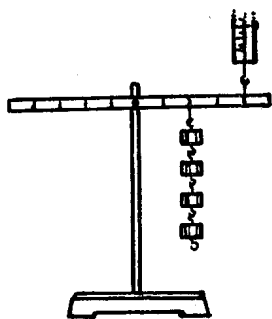

图 16
实验(4) 作为阻力的4个砝码不是挂在支点的左边,而是挂在支点的右边,距离支点2个格的地方(阻力臂是2个格)。我们用弹簧秤在右边距离支点4个格的地方竖直向上拉作为动力,当弹簧秤的指针指示大约为2个砝码重量那么大的力时,杠杆才能达到平衡。显然,换用手指竖直向上顶,也需用2个砝码重量那么大的力才能使杠杆保持平衡(图16、17、18)。